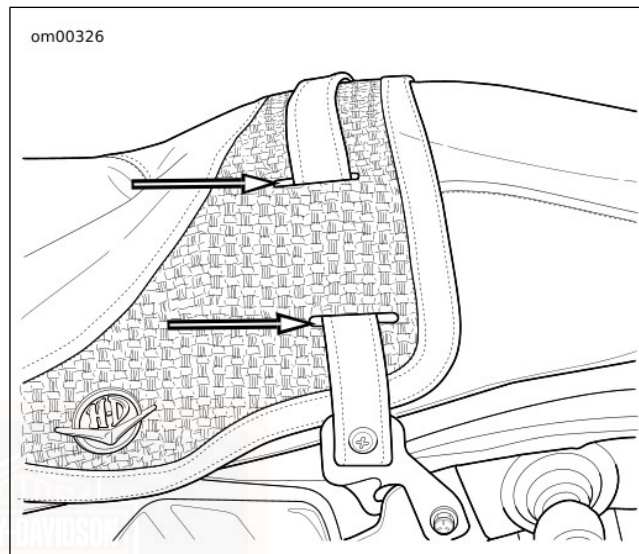

Abbildung 80. Riemenschlitze: FLHRC
5. Siehe Abbildung 80. Bei FLHRC und FLTRU den Sozius-Sitzhalterriemen zum Entfernen vorsichtig durch die Schlitze im Sitz ziehen.
6. Siehe Abbildung 80. Bei FLHRC und FLTRU das freie Ende des Sozius-Sitzhalteriemens vorsichtig durch die Schlitze im Sitz ziehen.